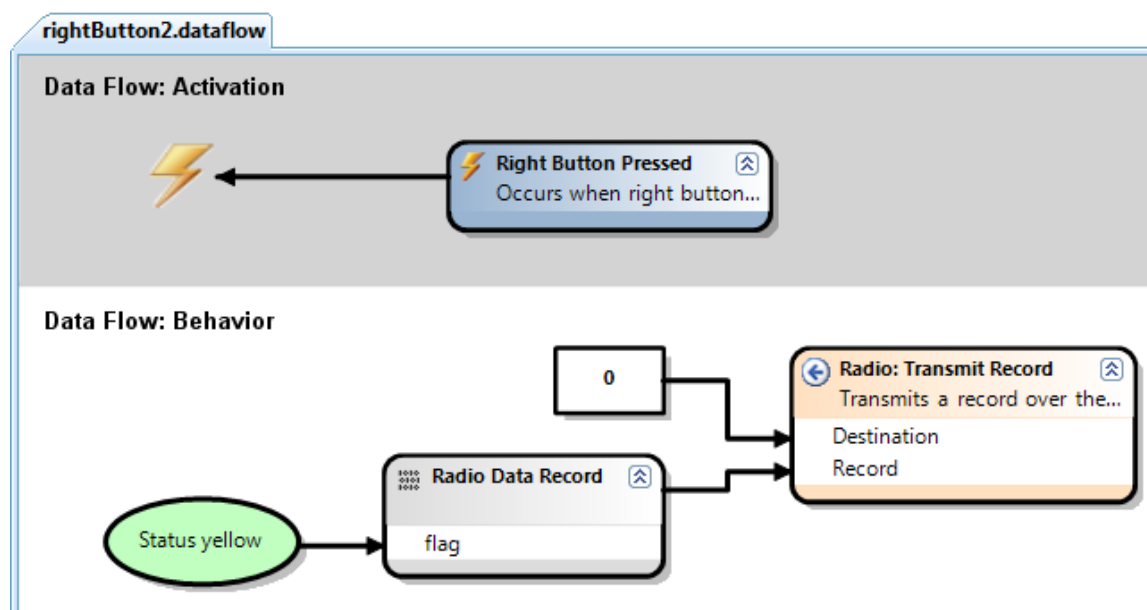

Abbildung 6.2 – Die Variable *Status yellow* wird in den Record *Radio Data Record* verpackt und per Broadcast versendet.
- ⇒ Legen Sie einen neuen Dataflow mit dem Namen „rightButton2“ an. Für die Aktivierung reicht ein einfacher Tastendruck-Event aus. Im Behavior-Bereich verpacken Sie die Variable *Status yellow* in den Record *Radio Data Record* verschicken ihn mittels des *Transmit Record*-Output-Ports an die Broadcastadresse 0. zum Angeben der Adresse verwenden Sie ein Formel-Element, in das Sie einfach nur die Zahl (0) eintragen (siehe Abbildung 6.2).